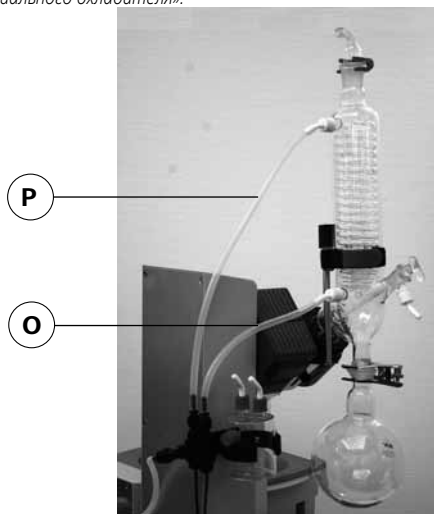

Fig. 17
☞ Подсоедините шланги для воды к охладителю для стекла (короткий шланг (O) = сливной вниз, длинный шланг (P) = подающий вверх) и закрепите эти шланги (рис. 17).